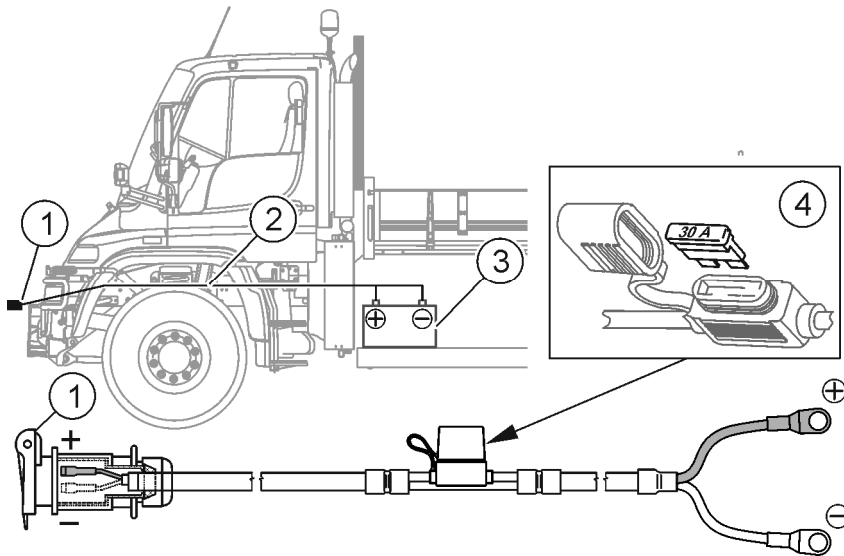

FIGURA 4.4 Schema de instalare a circuitului de alimentare pe suport.
(1) – priza electrică 3-pinuri; (2) – circuit de alimentare; (3) – acumulator; (4) - siguranță UNIVAL 30A.
Instalarea circuitului de alimentare (2) (FIGURA 4.4) trebuie să fie efectuată de către un personal calificat conform cu recomandările producătorului al suportului de unelte. Circuitul de alimentare este echipat în siguranță 30A (4).
La instalarea circuitului de alimentare pe suport (FIGURA 4.4) trebuie să atrageți atenția la polaritatea corectă a prizei de alimentare (1). În cazul conectării incorecte a polarității de curent la acumulator aceasta poate duce la deteriorarea sistemului electric al brațului multifuncțional.